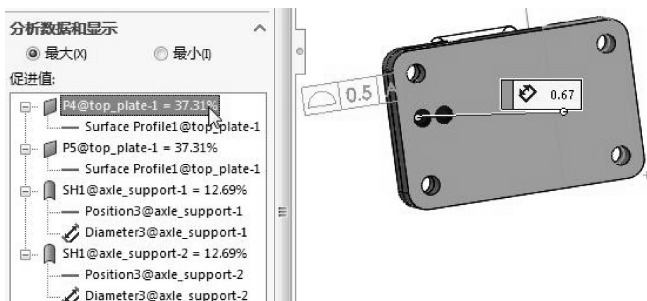

图 5-69 显示公差值
- 在【促进值】列表中选择【P4@Top_Plate - 1 (37.31%)】或者【P5@Top_plate - 1 (37.31%)】，零部件上即显示公差值，如图 5-69 所示。